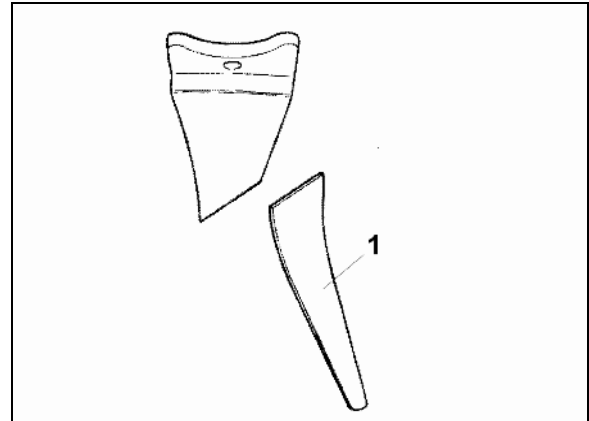

Bild 67
Nedslitna pinnar "Griff Special" kan återställas till ursprungslängden med påsvetsbara spetsar (Bild 67/1). Demontera först harvpinnarna ur pinnhållaren (se på sidan 109).
1. Håll den påsvetsbara spetsen (Bild 67/1) mot den gamla harvpinnen